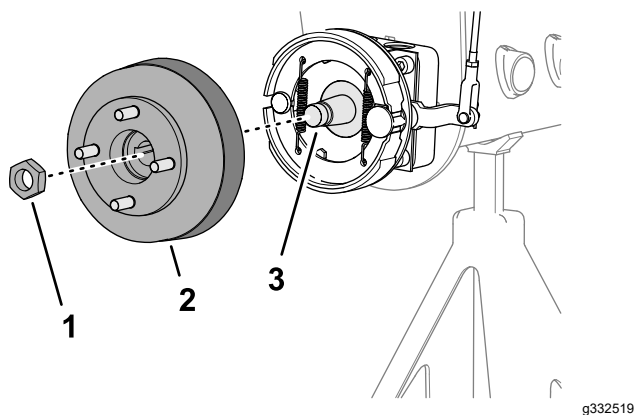
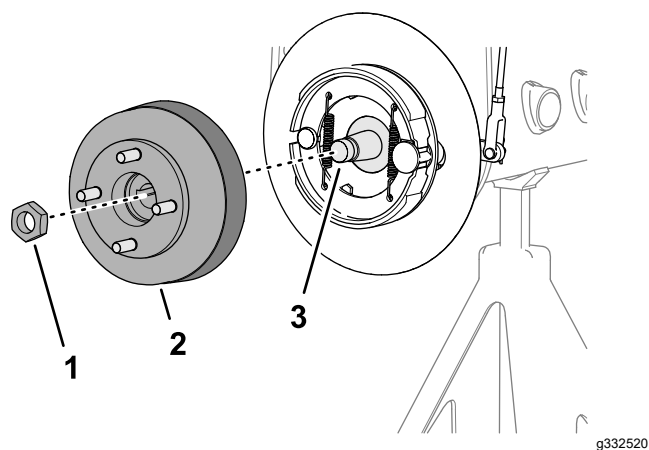

Figura 64
Figura 65
1. Rimuovete il dado di bloccaggio che fissa il mozzo all'albero motore della ruota (Figura 64 o Figura 65).
4. Utilizzate l'estrattore del mozzo delle ruote specificato per rimuovere il mozzo della ruota e il tamburo del freno dall'albero motore della ruota (Figura 64 o Figura 65).